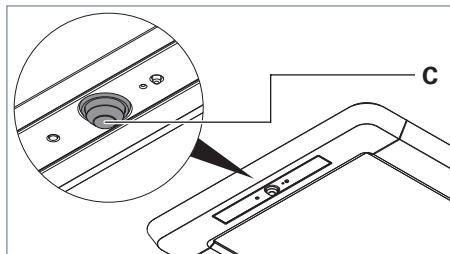
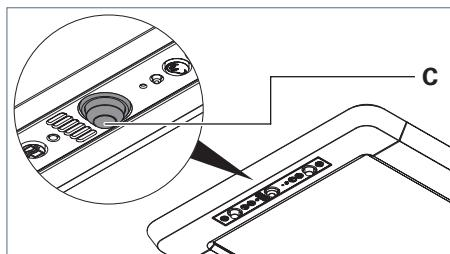

Fig. 22: Capteur PIR, modèle R.
Fig. 23: Capteur PIR , modèle RX.
- ▶ Orientez la tête sphérique **C** du capteur PIR dans le sens souhaité, voir Fig. 22 et voir Fig. 23.